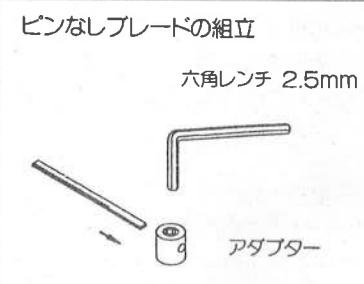

図7
- アダプターの左右についているネジを六角レンチ(2.5mm)でゆるめ、ブレードを差し込んで確実に締めつけてください。(図7参照)